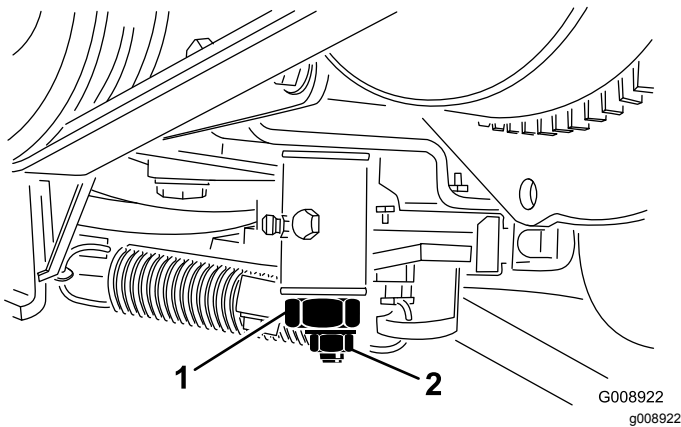

Figure 50
3. Desserrez le contre-écrou de la came de réglage de transmission (Figure 50).